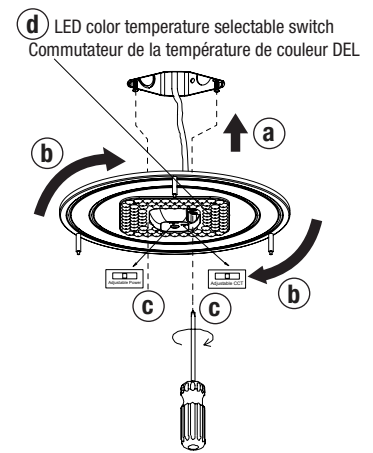

Fig. 4a
- Press the housing against the junction box (Fig. 4a, step "a") and turn it in order to be retained by the mounting screws, as shown in Fig. 4a, step "b".
5. Lock the housing to the junction box by tightening the mounting screws (Fig. 4a, step "c").
6. Select the desired LED color temperature and power by using the switch luminaire (Fig. 4a, step "d").
- Appuyer le boîtier contre la boîte de jonction (Fig. 4a, étape "a") et le tourner pour qu'il soit retenu par les vis de montage, comme illustré sur la Fig. 4a, étape "b".
5. Sécuriser le boîtier en serrant les vis de montage (Fig. 4a, étape "c").
6. Sélectionner la température de couleur de DELs et puissance désirées en utilisant le commutateur du luminaire (Fig. 4a, étape "d").